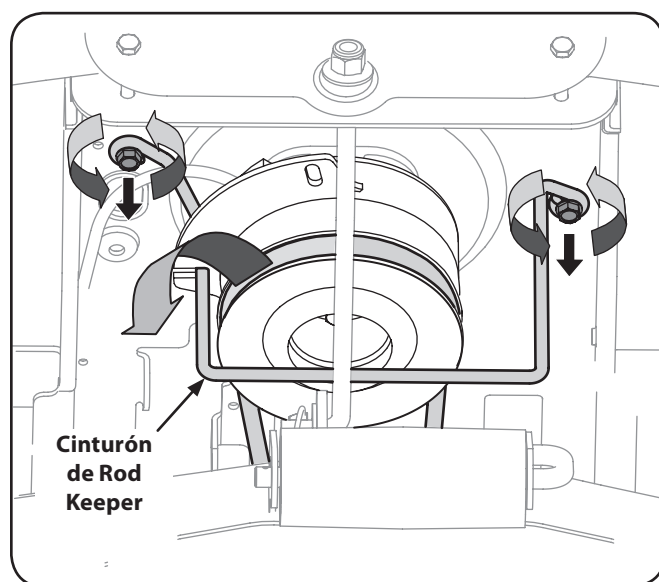

Figura 7-1
3. Busque la toma de fuerza de embrague bajo la parte frontal del tractor. Ver Figura 7-1.
4. Retire la cinta de la guardia y el cinturón de la siguiente manera Refiérase a la Figura 7-1: